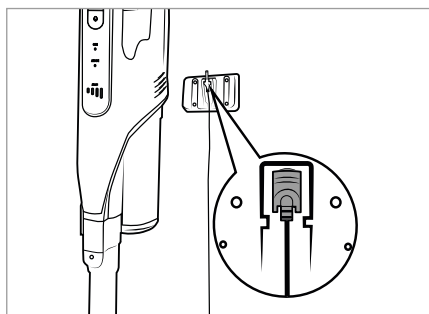

Fig. 6
- ♦ Coloque o aspirador no suporte de parede **18**, por cima, de modo que a ficha fêmea **11** encaixe na entrada de carregamento **3** na parte inferior do aparelho. O indicador de bateria **26** começa a piscar e o processo de carregamento é iniciado (ver fig. 6 e 7).